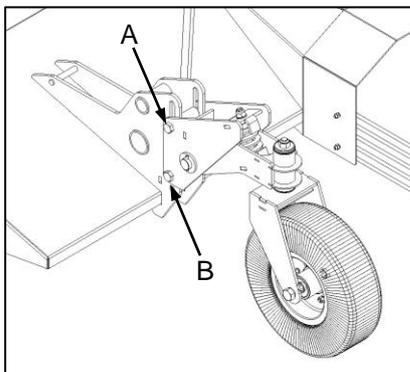

Fig. 5
- ✔ To set the working height, remove the lower wheel assembly retaining bolt (Fig. 5-B) and loosen the upper retaining bolt (Fig. 5-A).
- ✔ Om die werkshoogte te stel, verwyder die onderste wielmonteringsklembout (Fig. 5-B) en maak die boonste klembout los (Fig. 5-A).